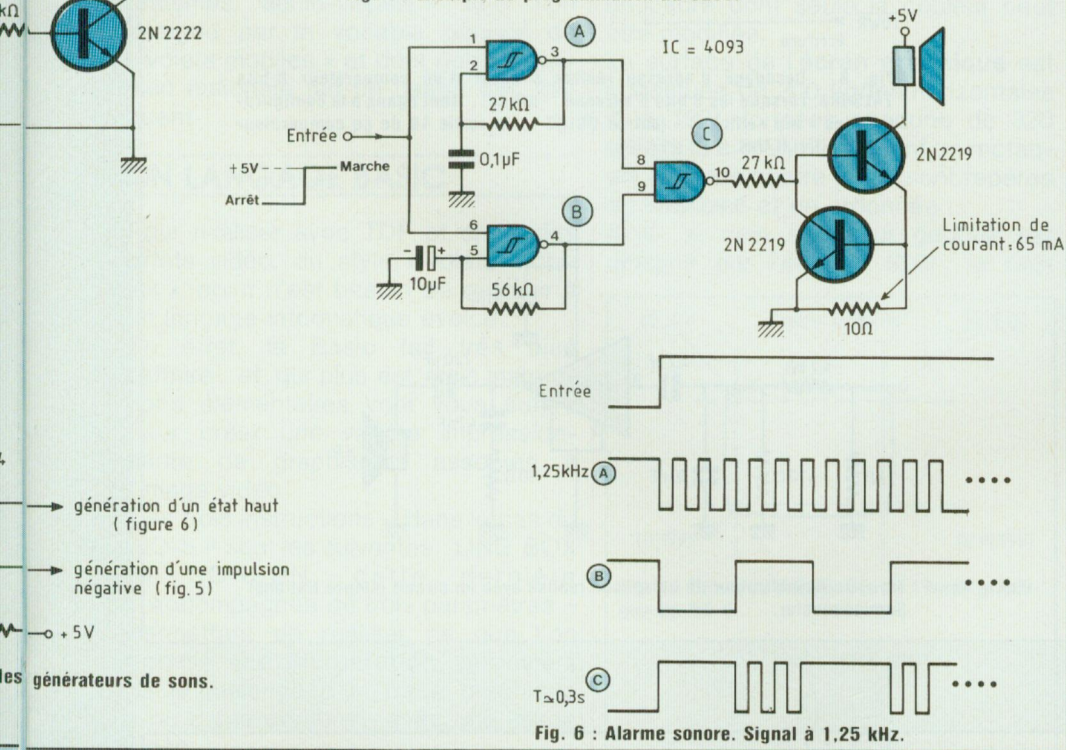

Fig. 6 : Alarme sonore. Signal à 1,25 kHz.
La figure 6 présente un autre type de montage qui permet de délivrer un signal sonore entrecoupé de blancs (typique d'une alarme). Par rapport au montage précédent, ce générateur n'est pas déclenché par une transition mais fonctionne tant qu'un niveau haut est présent sur l'entrée E. Il est réalisé à l'aide de triggers de Schmitt (CD4093) montés en oscillateur. La figure 6 montre l'aspect des signaux pris en différents points du montage. La particularité du CD4093 est qu'il intègre, outre un trigger de Schmitt, une porte NAND qui permet d'effectuer le découpage sonore.
Que ce soit le montage de la figure 5 ou de la figure 6, la commande doit pouvoir être effectuée à partir des bus de sorti du microprocesseur. Si vous disposez de ports d'entrées/sorties libres sur votre micro-ordinateur, rien de plus facile, il vous suffit de connecter les entrées de chacun des générateurs à un port programmé en sortie. En l'absence de port libre, la figure 7 présente un exemple de schéma qui permet la commande des deux générateurs de sons précédents. Réalisé à partir d'une bascule D, ce montage est équivalent à un port de sorties commandé par le bit de donnée D0 et la sortie du décodage d'adresse  $\bar{CS}$  (figure 8).
- Commande du générateur d'alarme figure 6, la durée du signal sonore est fonction de la boucle d'attente : instructions 20 et 30.